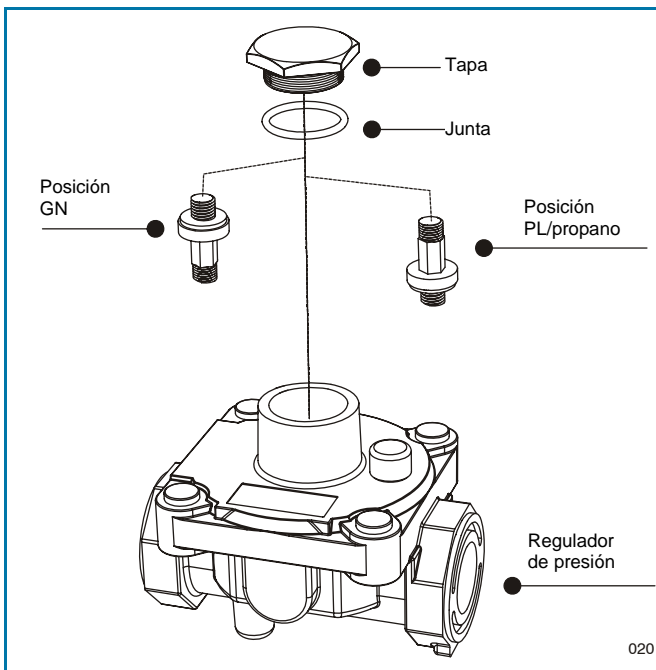

Figura 19. Regulador de presión
Ajuste el regulador de presión siguiendo estas instrucciones (vea figura 19):
2. **Invierta la tapa del regulador de presión del electrodoméstico** siguiendo los pasos que se describen en esta página, prestando atención al retén de resortes ubicado en la posición (vea figura 19).